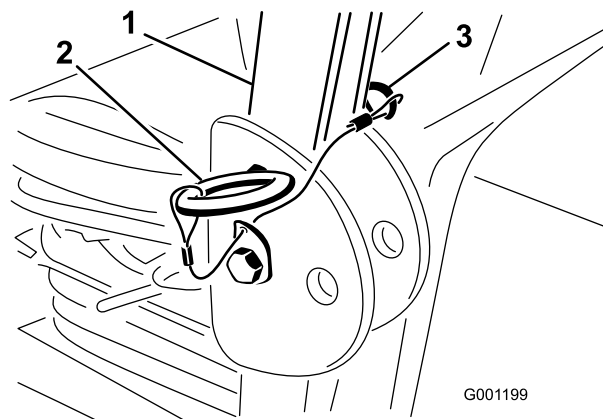

Рисунок 16
2. Установите защитную дугу в поднятое положение, а затем удалите игольчатые шплинты и два штифта (Рисунок 16).